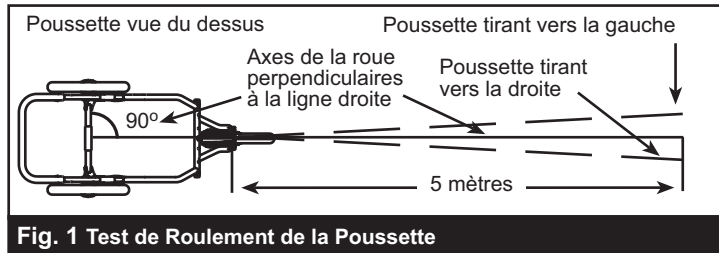

Fig. 1 Test de Roulement de la Poussette
- 4) Testez votre poussette en la faisant rouler tel que cela est décrit ci-dessous. Nous vous recommandons d'être à deux afin d'effectuer ce test, pour que la deuxième personne puisse attraper et vous renvoyer la poussette. La figure 1 illustre la démarche à suivre pour effectuer ce test de bonne trajectoire de la roue avant.
d. Si la poussette tire de façon constante vers la gauche ou vers la droite alors qu'elle est poussée droite, passez aux étapes ci-dessous, ceci jusqu'à ce que l'alignement soit satisfaisant. La figure 1 illustre la manière d'interpréter les résultats.